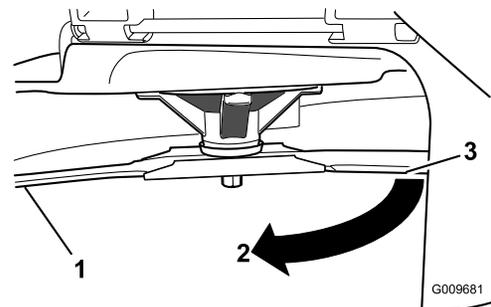

Bild 45
3. Zwischen Messer und Oberfläche gemessener Abstand (A)
4. Drehen Sie dasselbe Messer um 180 Grad, sodass die andere Schnittkante jetzt in derselben Stellung ist (Bild 45).